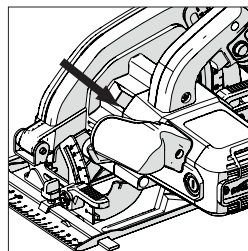

Fig. 3
- Localizați butonul de blocare a arborelui uneltei (care este poziționat similar la toate uneltele). Blocați arborele uneltei acționând butonul de blocare a arborelui. **(Fig. 3)**